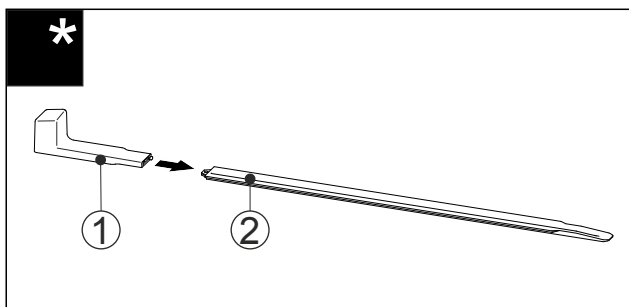

Fig. 56
- Nataknite montažnu ručku Fig. 56 (1) na tračnicu za niveliranje Fig. 56 (2).